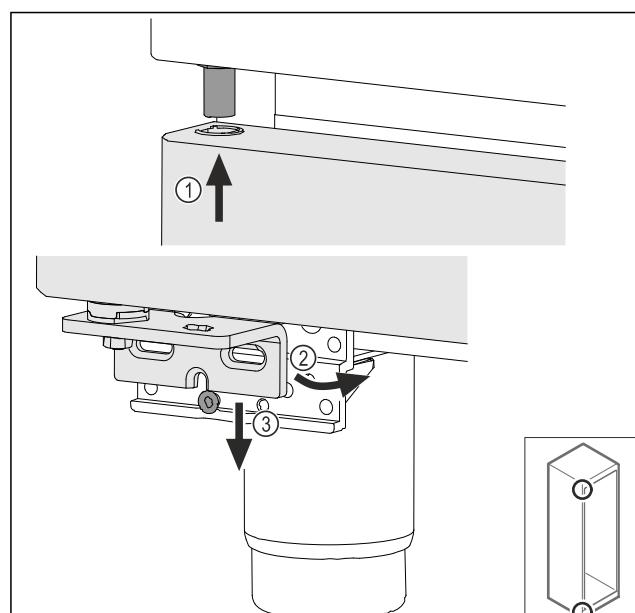

Fig. 39
► Naviňte hore zľahka naklonené dvere Fig. 39 (1), rovno vyrovnajte dvere Fig. 39 (2) a nasadte ich dole na skrutku ložiskovej konzoly Fig. 39 (3).